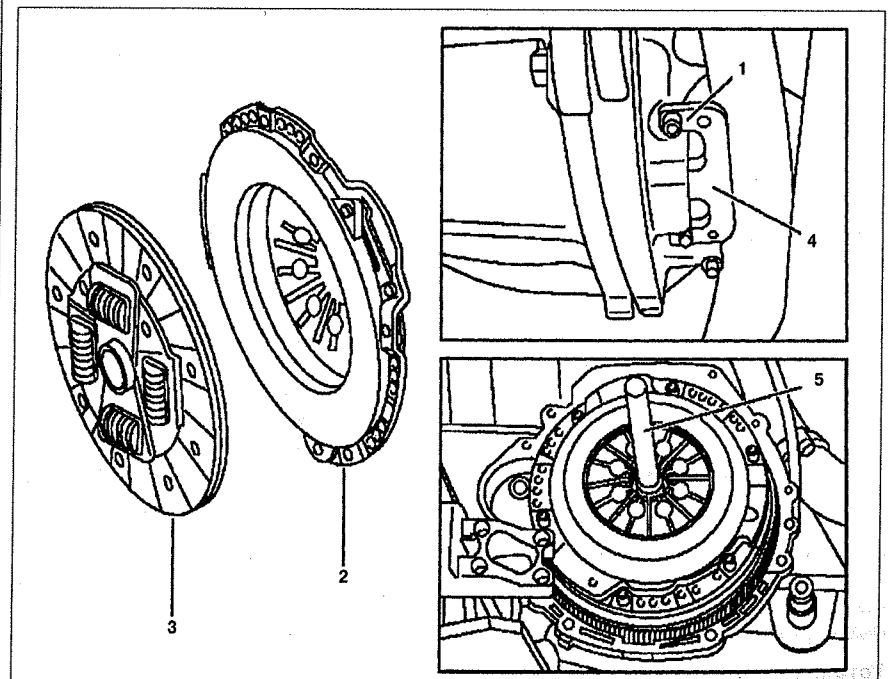

Рис. 6.2. Снятие и установка сцепления на автомобилях с двигателем 611.980:
7. Вставьте блокировочное устройство 1 (см.рис.6.2).